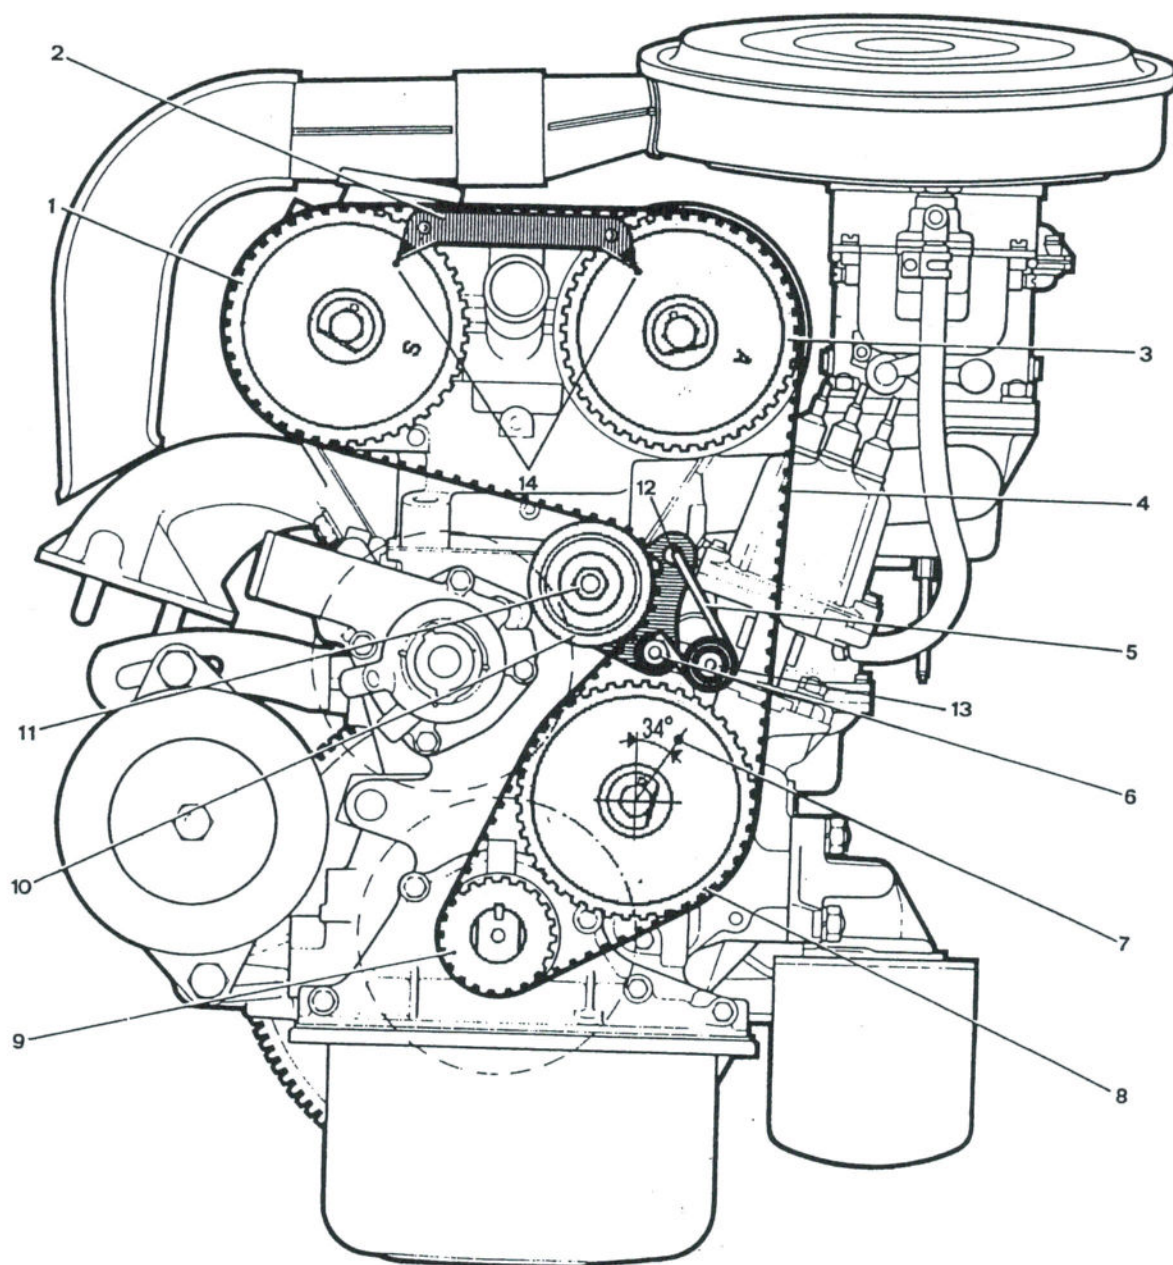

Bild 32
Der Zahnriemen kann bei eingebautem Motor erneuert oder eingestellt werden. Er ist im eingebauten Zustand in Bild 32 gezeigt.
- Motor durchdrehen, bis die Steuerzeichen, wie in Bild 32 gezeigt, ausgerichtet sind.
- Nebenantriebswelle durchdrehen, bis die Steuermarken (7) im 34°-Winkel zu einer senkrecht durch das Steuerrad gezogenen Linie steht. Ebenfalls die beiden Nockenwellen durchdrehen, bis die beiden Steuermarken (14) in einer Linie mit den Spitzen des Anzeigers stehen (Bild 32).
- Mutter (11) und die Schraube (6) in Bild 32 lockern. Auf diese Weise drückt die Feder (5) die Spannrollenhalterung (12) und spannt dabei den Zahnriemen in seine richtige Stellung.
- Mutter (11) und Schraube (6) wieder anziehen, um die Spannrollenhalterung zu befestigen.